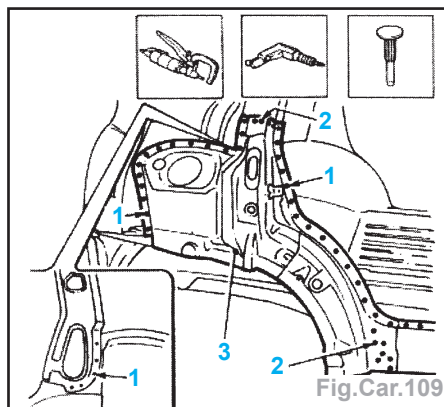

Fig.Car.109
- Faire sauter et meuler les points de soudure et déposer la pièce (3).
- Dépointer à la perceuse (2) et avec une fraise (1) les points de soudure (Fig. Car.109).